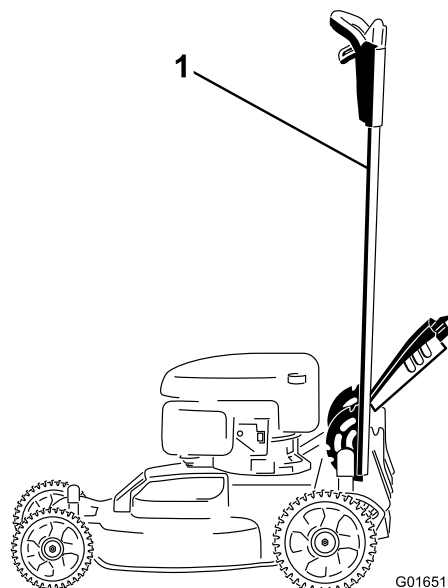

Figure 1
1. Boquez le guidon à la position verticale (Figure 1) ; voir Réglage de la hauteur du guidon dans le *Manuel de l'utilisateur*.